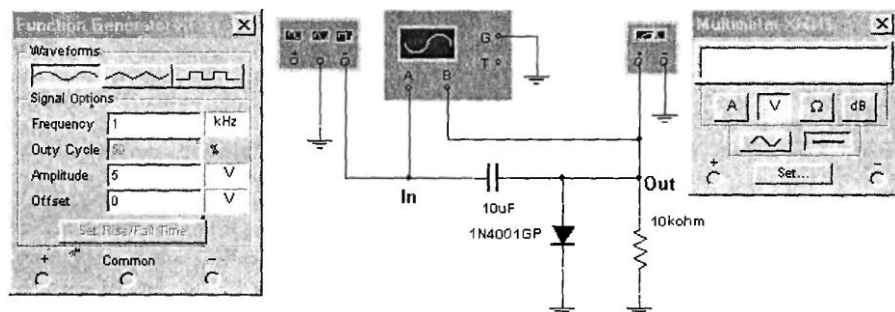

Рисунок 7 - Схема отрицательного формирователя
1. Смоделируйте схему отрицательного формирователя согласно рис. 7. Включите схему.